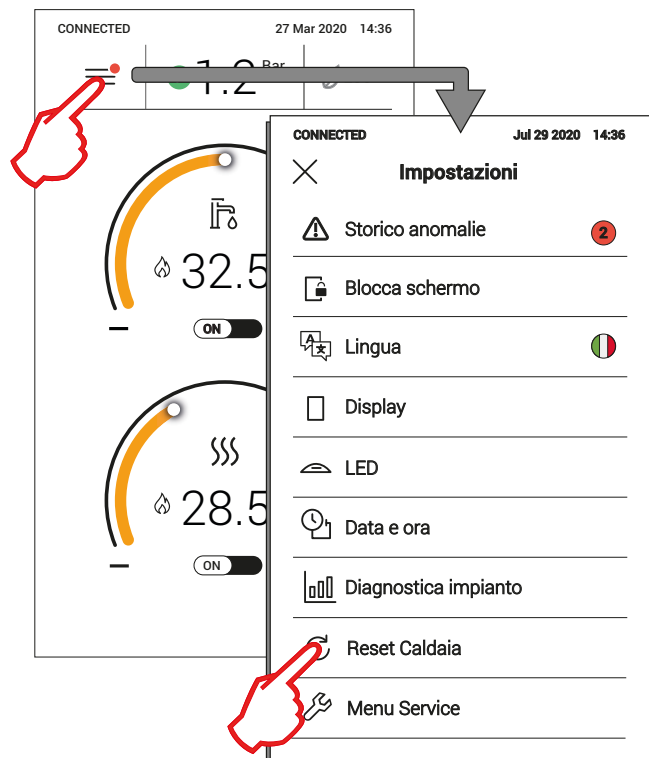

рис. 34
- 2 - Прикоснувшись к значку главного меню, а затем к кнопке [Сброс котла] после появления экрана, подобного показанному на рис. 34 (значок главного меню с красной точкой).